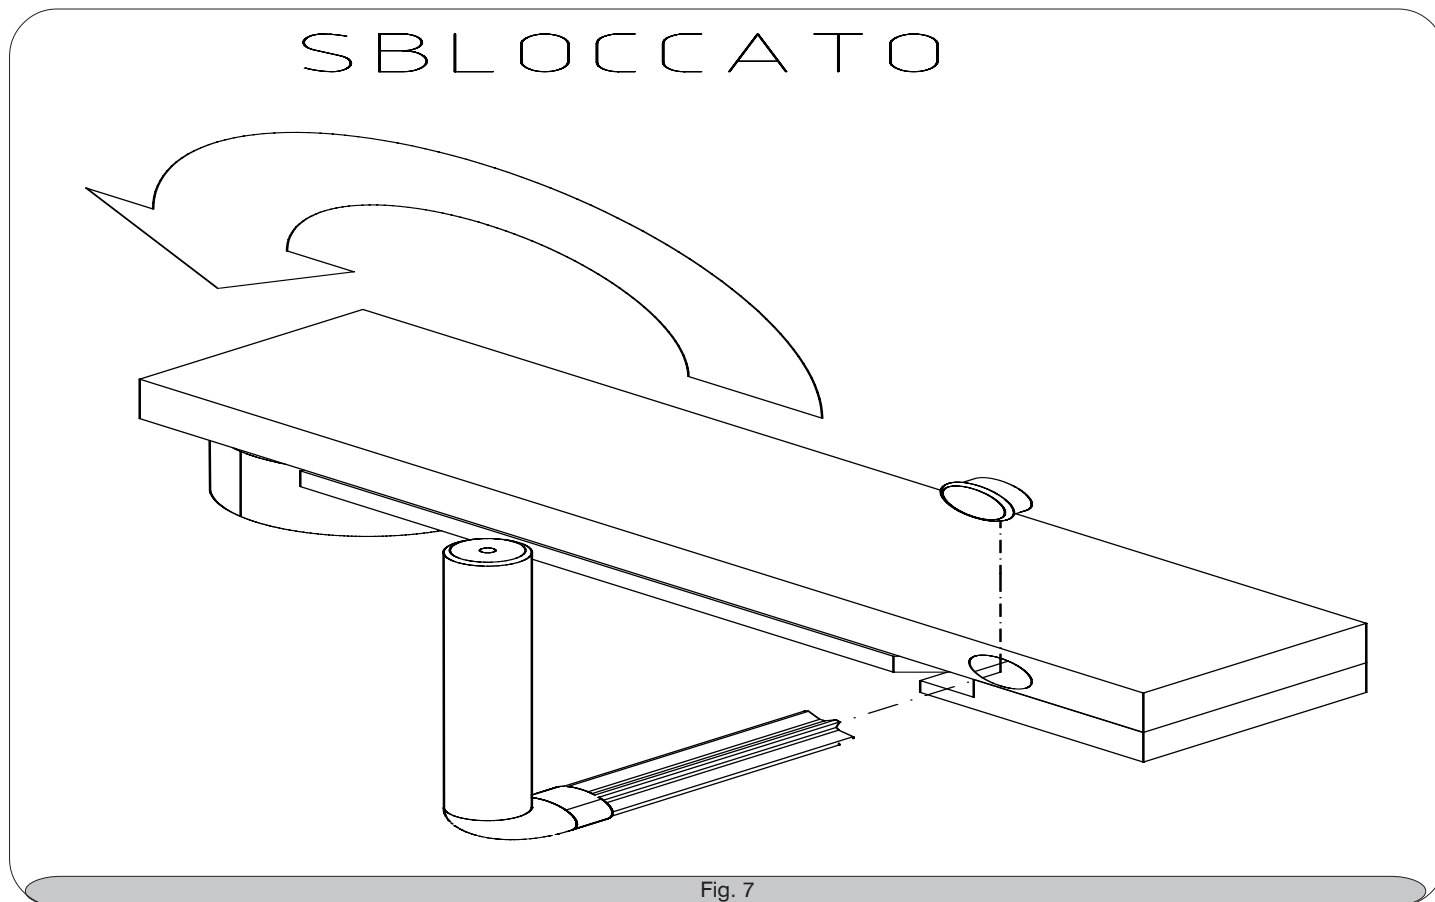

Fig. 7
- D** - Den Stopfen zu sich selbst ziehen, um ihn in die Position wie auf Abbildung 7 zu bringen.
- Den Schlüssel in das Schloss stecken und wie auf Abbildung 7 drehen.
- GB** - Pull cap towards you until it reaches the position shown in figure 7.
- Fit the release key into the lock and turn as shown in figure 7.
- F** - Tirer vers soi le bouchon pour le positionner comme sur la fig. 7
- Introduire la clé de débrayage dans le trou prévu à cet effet et tourner comme sur la fig. 7
- E** - Tire hacia usted el tapón y colóquelo tal como indica la fig. 7